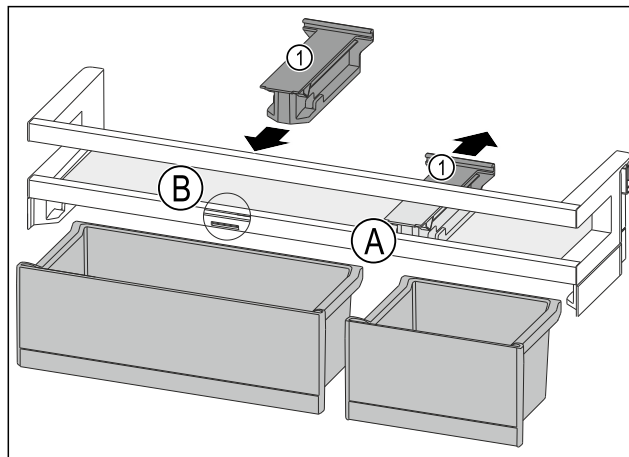

Fig. 168
- ▶ Držák Fig. 168 (1) v poloze Fig. 168 (A) stáhněte dozadu.
- ▶ Držák Fig. 168 (1) vložte v poloze Fig. 168 (B).